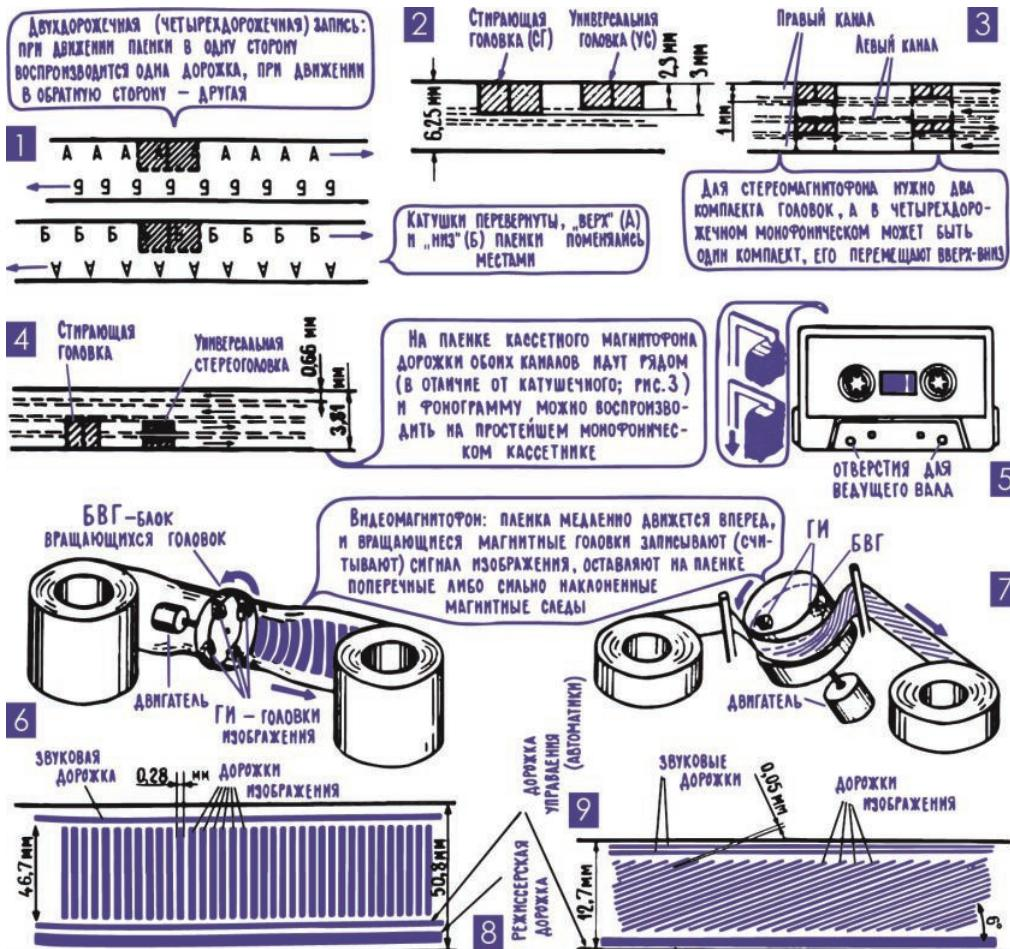

Рис. 13.14. Многодорожечная запись звука и видеозапись
*26. В большинстве магнитофонов электрический сигнал записывают на двух или на четырех параллельных дорожках, а в видеомагнитофонах – на большом числе дорожек, расположенных под углом или поперек пленки.* Для магнитофонов, где пленка наматывается на катушки, шестимиллиметровая пленка, пожалуй, самая удобная. Во всяком случае, более узкая пленка, по-видимому, легко спутывалась, перекручивалась и рвалась бы. С другой стороны, при современных ферромагнитных покрытиях пленки, магнитных головках, усилителях можно было бы обойтись и более узкой пленкой. Компромиссным решением стала многодорожечная запись – сначала на стандартной шестимиллиметровой пленке стали записывать две фонограммы, а часто и четыре (рис. 13.14). Соответственно, уже при двухдорожечной записи возможна двухканальная стереофония, а при четырехдорожечной – даже квадрофония.
Проигрывание фонограмм с разных дорожек возможно двумя разными способами. В большинстве двухдорожечных магнитофонов головки просто закреплены в приподнятом положении, чтобы они прилегали к пленке не по всей ширине, а лишь к ее половине (рис. 13.14; 1). При этом чтобы перейти с одной дорожки на другую, пленку нужно просто перевернуть. Это довольно удобно, можно обойтись без перемотки пленки – в одну сторону проигрывается одна дорожка, а затем кассеты меняют местами, переворачивают, и звучит вторая дорожка.
Есть магнитофоны, в которых два комплекта головок, их можно переключать в зависимости от того, какая дорожка используется для записи или воспроизведения. Причем пленка может двигаться как в одну, так и в другую сторону, что создает дополнительные удобства – катушки не только не нужно перематывать, но даже не нужно переставлять. Иногда в магнитофонах такого типа имеется один комплект головок, и при переходе с дорожки на дорожку головки просто поднимаются или опускаются. В четырехдорожечных магнитофонах имеются два блока – блок стирающих головок и блок универсальных головок, в каждом из которых по две одинаковые головки, расположенные одна над другой (рис. 13.14; 3). При стереофонии обе головки одного блока работают одновременно, каждая в своем канале.
ловки (см. предыдущий раздел). Для записи звука в диапазоне до 20 кГц в магнитофонах первого класса скорость движения ленты почти 20 см/с (19,5 см/с), и отсюда можно подсчитать, что для записи видеосигнала ленту нужно протягивать мимо головки со скоростью  $20 \cdot 300 = 6000$  см/с = 60 м/с, примерно 200 км/ч! Трудно представить себе магнитофон, где лента движется быстрее курьерского поезда, не говоря уже о том, что при такой скорости большой пятисотметровой катушки хватит на каких-нибудь 8 секунд. И вместе с тем задача магнитной записи видеосигнала решена, причем решена просто и остроумно: сама лента движется сравнительно медленно, переходя с одной катушки на другую, а магнитная головка, вращаясь очень быстро, с огромной скоростью «прочерчивает» на ленте параллельные магнитные дорожки с записью видеосигнала. Эти невидимые дорожки располагаются иногда поперек пленки (рис. 13.14; 8), а чаще под небольшим углом (рис. 13.14; 9). Чтобы запись, а затем и воспроизведение сигнала шли непрерывно, используются две или четыре вращающиеся головки, они размещены на блоке вращающихся головок БВГ, который сидит на оси отдельного двигателя (рис. 13.14; 6, 7).
На ленте выделено место для двух дорожек записи звука (рис. 13.14; 9), а также для дорожки сигналов автоматики. Изображение будет устойчивым лишь в том случае, если и лента, и магнитные головки на БВГ будут двигаться очень точно и равномерно. Причем требования к механическим системам предъявляются настолько жесткие (БВГ, например, не должен отклоняться от своего «расписания» даже на миллионные доли секунды), что выполнить их можно только с помощью систем электронной автоматики, управляющих скоростью и фазой вращения двигателей ведущего вала и БВГ. Четкая система автоматического управления двигателями видеомагнитофона позволяла записывать изображение очень узкими дорожками, и на небольшой, размером с ладонь, кассете видеомагнитофона ВМ-12 умещалась трехчасовая программа, например два полнометражных фильма.
А сейчас нам пора возвращаться к аппаратам для записи звука, и видеомагнитофон ВМ-12 дает удобный повод – идея кассет для магнитной ленты, как и многое другое, пришла в видеозапись из звукозаписи. Удобство кассет не требует особых объяснений – кассета избавляет вас от необходимости каждый раз заправлять ленту, кассеты проще хранить, чем катушки, легче находить нужную запись. Первоначально кассеты применялись в переносных магнитофонах не очень высокого класса, с учетом этого и создавался соответствующий стандарт: невысокая скорость протягивания ленты, в основном  $4,76$  см/с, иногда еще и вторая скорость для записи речи (кассетный диктофон) –  $2,38$  см/с; пленка довольно узкая (ширина  $3,81$  мм) и сравнительно тонкая (до  $0,018$  мм, из них треть приходится на ферромагнитный слой); при небольшой скорости в компактной кассете умещаются ленты на  $60$  или на  $90$  минут звучания. Удобная мелочь: на кассете есть предохранительный пластмассовый язычок (упор). Если его выломать, то в образовавшуюся нишу будет входить рычаг, отключающий при этом систему записи, таким образом, выломав предохранительный язычок, вы защищаете дорогую вам запись от случайного стирания (рис. 13.14; 5).
Постепенно кассетные магнитофоны совершенствовались, появились аппараты четырехдорожечные и стереофонические (в них дорожки левого и правого каналов расположены рядом, и стереозапись можно проигрывать на монофоническом кассетном магнитофоне, разумеется, без стереоэффекта (рис. 13.14; 4). По качеству записи и воспроизведения «кассет-